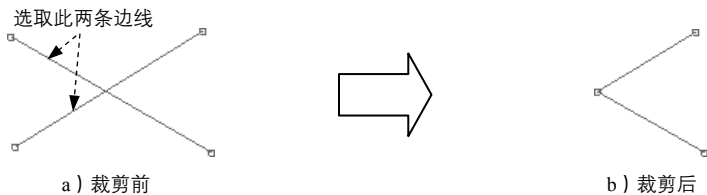

图 3.2.27 修剪拐角
- 步骤 02** 定义修剪的对象。依次单击两个相交图元上要修剪的一侧，如图 3.2.27 所示。